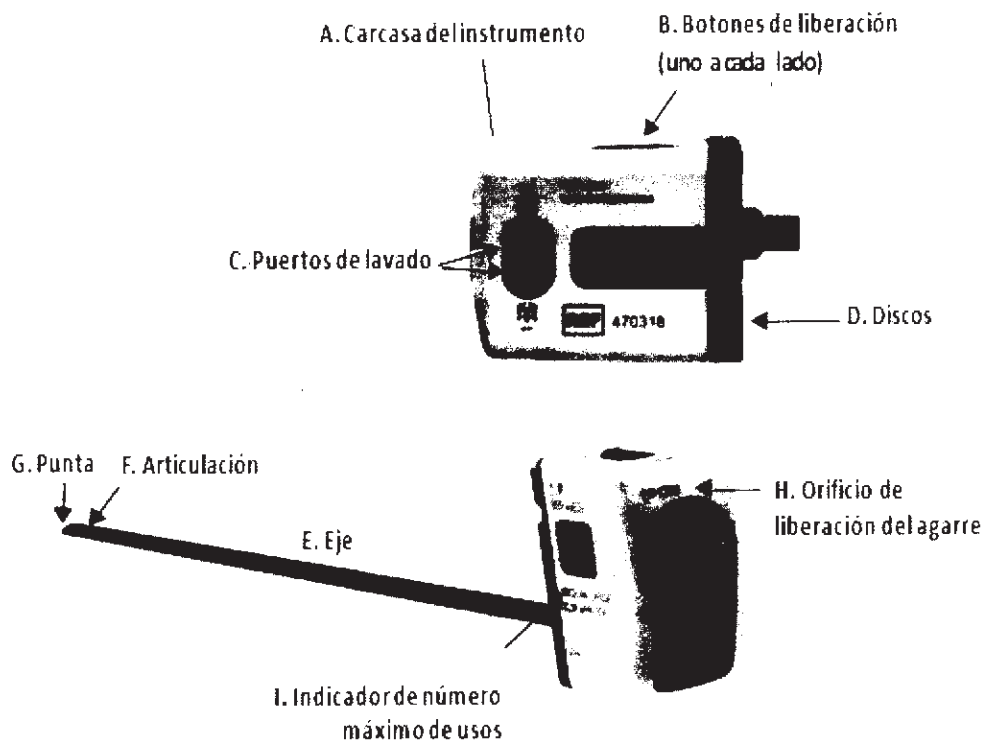

Figura 9.37 Instrumento EndoWrist
- Carcasa del instrumento (Figura 9.37 A): la carcasa del instrumento se acopla al adaptador estéril del instrumento e incluye:
- Botones de liberación (Figura 9.37 B): los dos botones de liberación, uno a cada lado de la carcasa, se utilizan para liberar el instrumento del adaptador estéril del brazo para instrumento para su extracción.
- Puertos de lavado (Figura 9.37 C): los dos puertos de lavado se utilizan para el reprocesamiento del instrumento.
- Discos (Figura 9.37 D): los discos se conectan a la articulación del instrumento y trasladan los movimientos de los controles manuales maestros de la consola del cirujano.
- Eje (Figura 9.37 E): el eje se inserta a través de la cánula y gira cuando se controla mediante los movimientos de los controles manuales maestros.
- Articulación (Figura 9.37 F): la articulación permite una amplia gama de movimientos (Figura 9.37).
- Extremo (Figura 9.37 G): el extremo efector del instrumento (por ejemplo, sujetadores, ganchos de cauterización y hojas).
- Orificio de liberación del agarre (Figura 9.37 H): mecanismo de liberación del agarre manual.
- Indicador de número máximo de usos (Figura 9.37 I): indica cuando el instrumento alcanza su número máximo de usos.